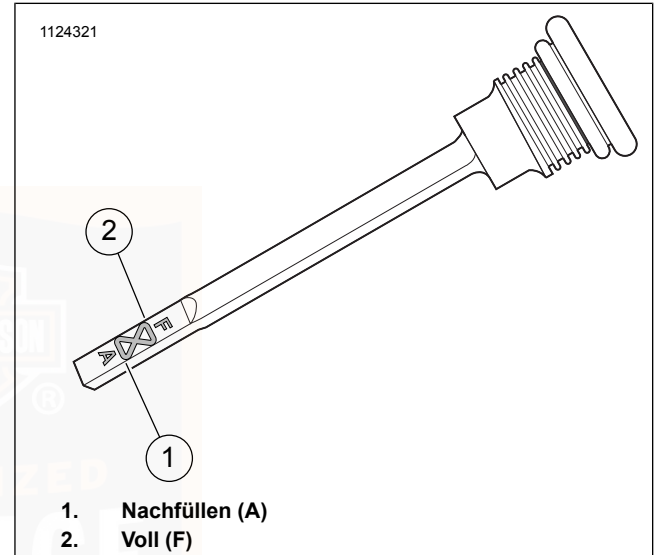

Abbildung 67. Getriebebeschmiermittelstand
4. Siehe Abbildung 67. Einfüllverschlussstopfen/Ölmesstab entfernen. Den Schmiermittelstand auf dem Ölmesstab prüfen. Der richtige Ölstand liegt zwischen den Markierungen Add (A) (1) und Full (F) (2).
6. Den Schmiermittelstand prüfen. Ausreichend Schmiermittel zugeben, bis der Füllstand zwischen den Markierungen A (Hinzufügen) und F (Voll) liegt. Siehe Abbildung 67.